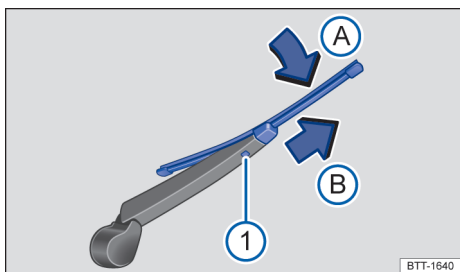

Fig. 184 Troca da palheta do limpador do vidro traseiro.
- Manter o botão de destravamento → Fig. 184 ① pressionado.
- Vire a palheta na direção do braço do limpador de vidro → Fig. 184 (seta A) e retire ao mesmo tempo no sentido da seta B. É provável que tenha que empregar muita força.
- Insira uma palheta nova de **mesmo comprimento e tipo** no braço do limpador do vidro no sentido contrário ao da seta → Fig. 184 B) até que encaixe. Para isto, a palheta deve estar dobrada → Fig. 184 (seta A).